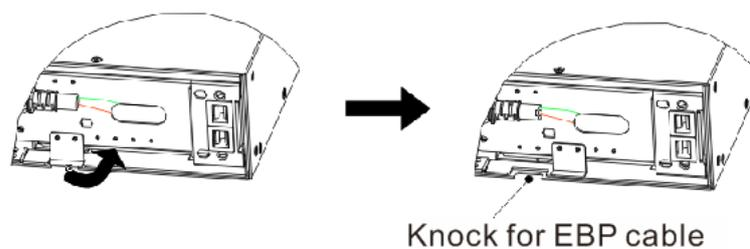

Abbildung 9
- b) Entfernen Sie den Führungsblock für das USV-Batteriekabel (siehe Abbildung 9).